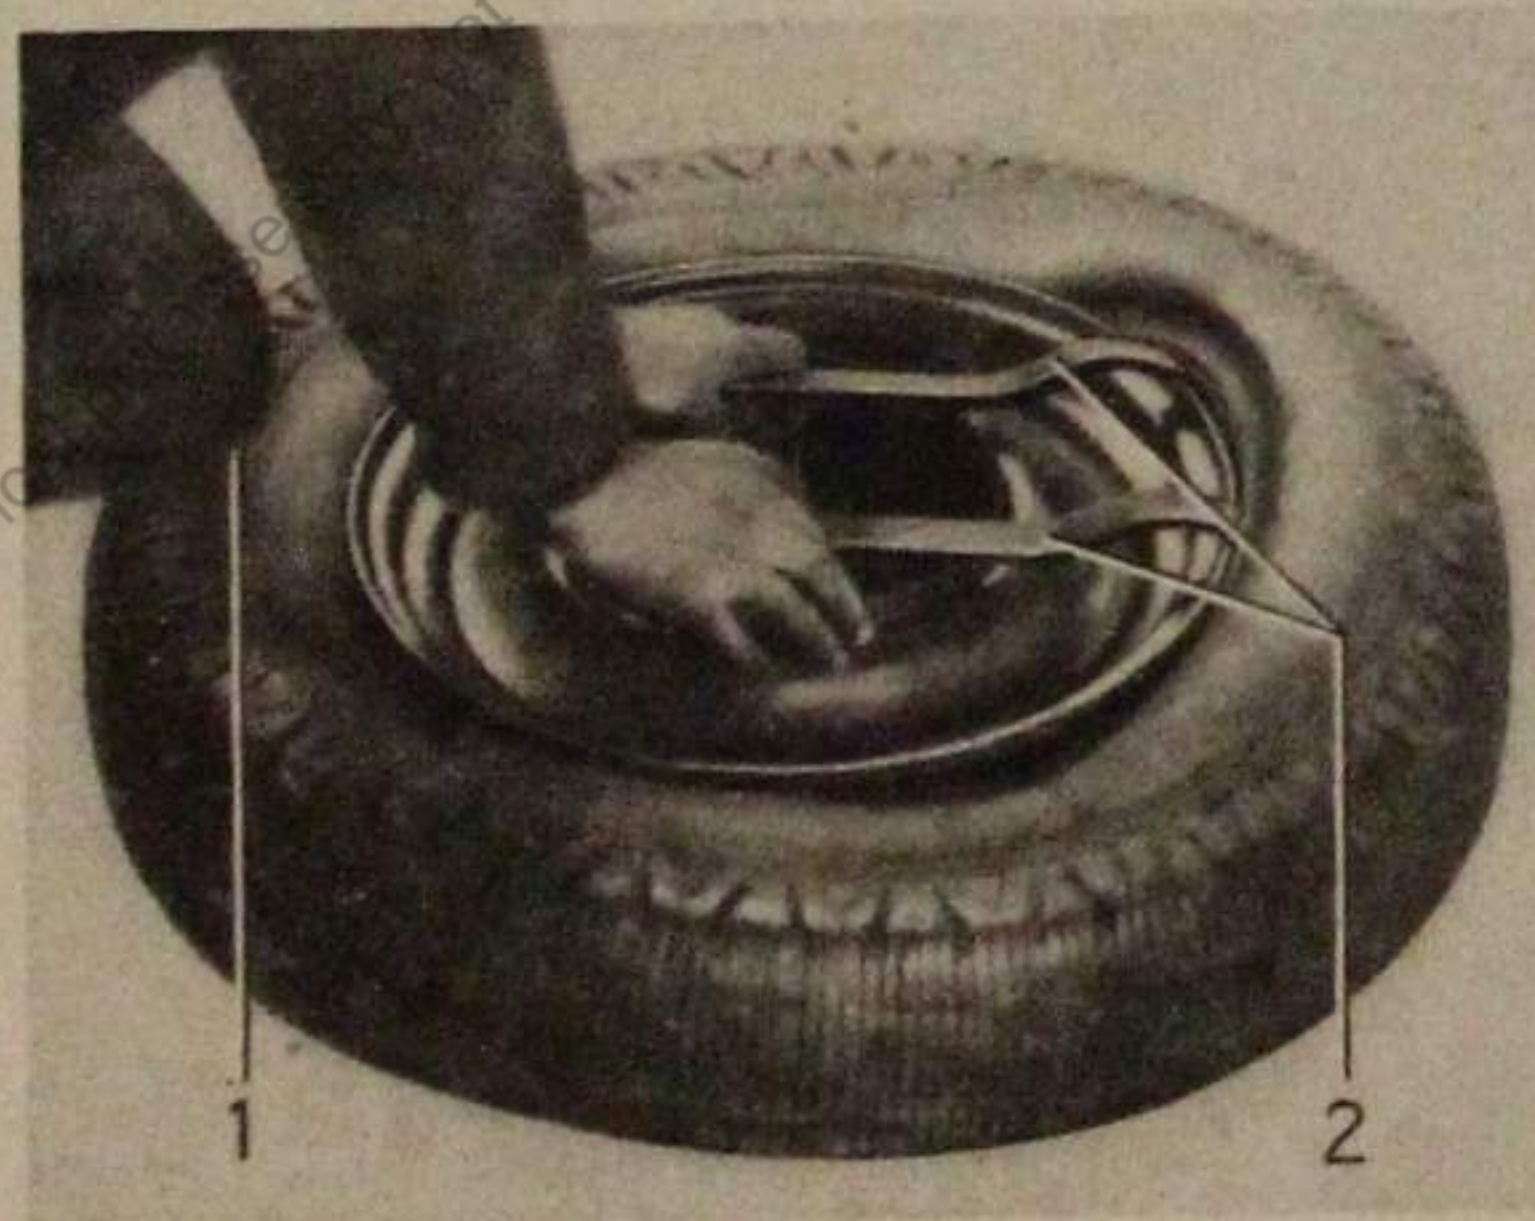

Bild 22
c) Abnehmen der Bereifung von der Tiefbettfelge (Bild 22 und 23)